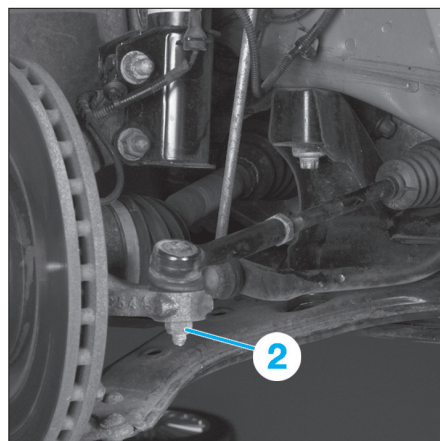

Fig. 17
- de chaque côté, l'écrou de fixation (2) de la rotule de direction sur le pivot (Fig.17),